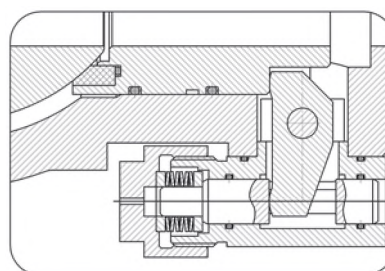

рис. 3
- **Краны – регуляторы (серия 621) (рис. 3)**